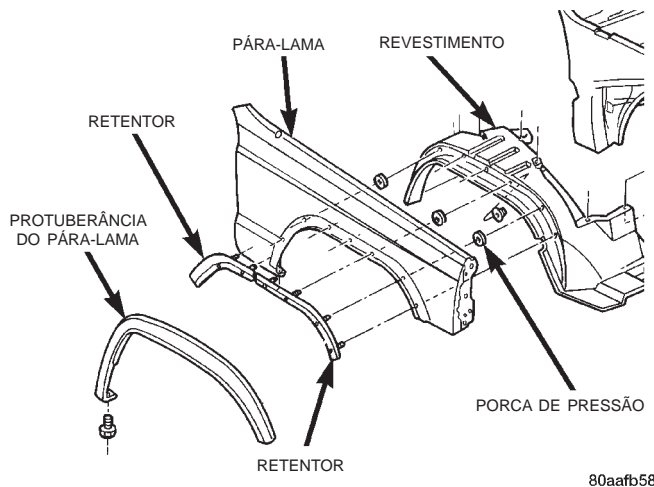

Fig. 17 Protuberância do Pára-lama
- (1) Remova o parafuso que prende a parte inferior da protuberância à base do pára-lama.
- (2) Remova as porcas que prendem a protuberância do pára-lama à proteção contra borrifos da caixa de roda (Fig. 17).
- (3) Remova o revestimento do pára-lama.
- (4) Remova as presilhas que prendem a protuberância do pára-lama ao suporte de fixação.
- (5) Separe a protuberância do pára-lama.